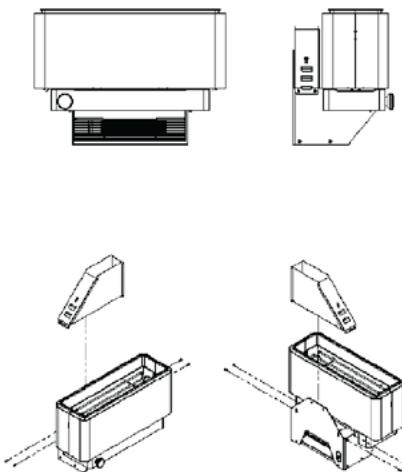

Рисунок 3.2: Снятие цоколя дымохода
- 3.2.1. Выкрутите 4 крепежных винта,держивающих цоколь канала, и снимите цоколь канала (Рисунок 3.2).